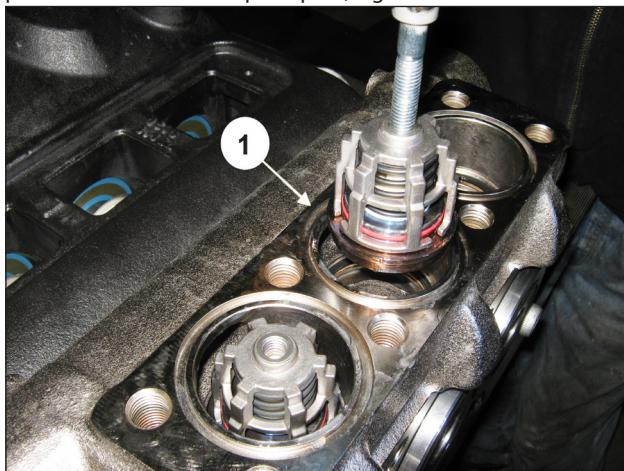
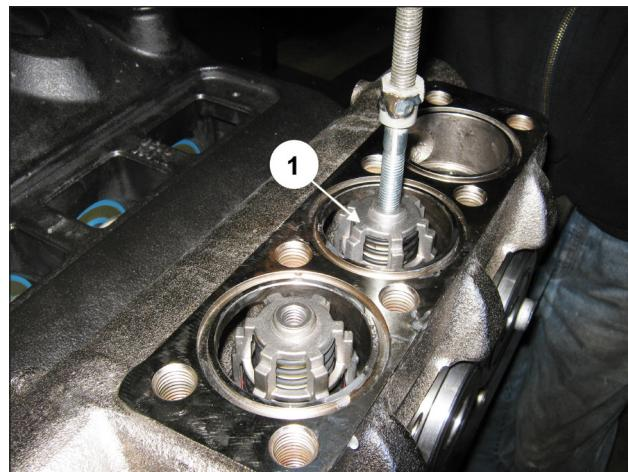

Fig. 144
Fig. 145
Placer le groupe soupape de refoulement (rep. ①, Fig. 144). Engager à fond le groupe soupape complet qui devra être positionné comme indiqué rep. ①, Fig. 145.